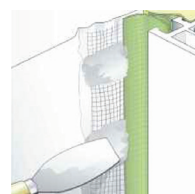

Fig.7 :
- Mettre en place la membrane et la fixer par points au moyen de mortier ou d'une colle type colle membranes BBC CM301 (Fig.7)